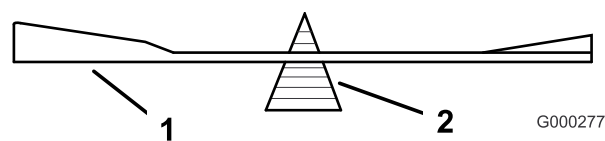

Figure 96
2. Vérifiez l'équilibre de la lame en la plaçant sur un équilibreur (Figure 96).